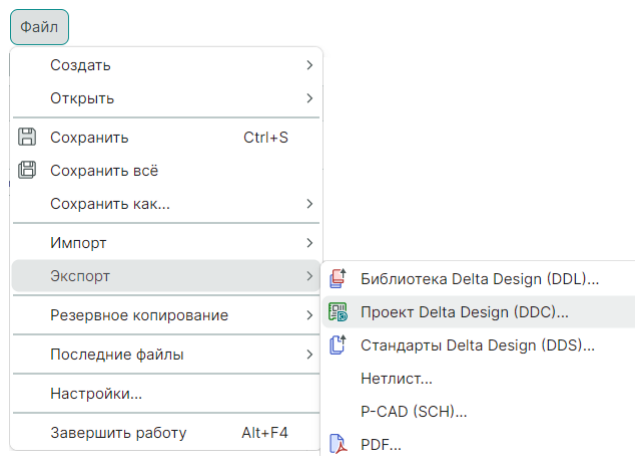

Рис. 288 Синхронизация через экспорт проекта
3. Осуществите экспорт проекта, см. Рис. 288.